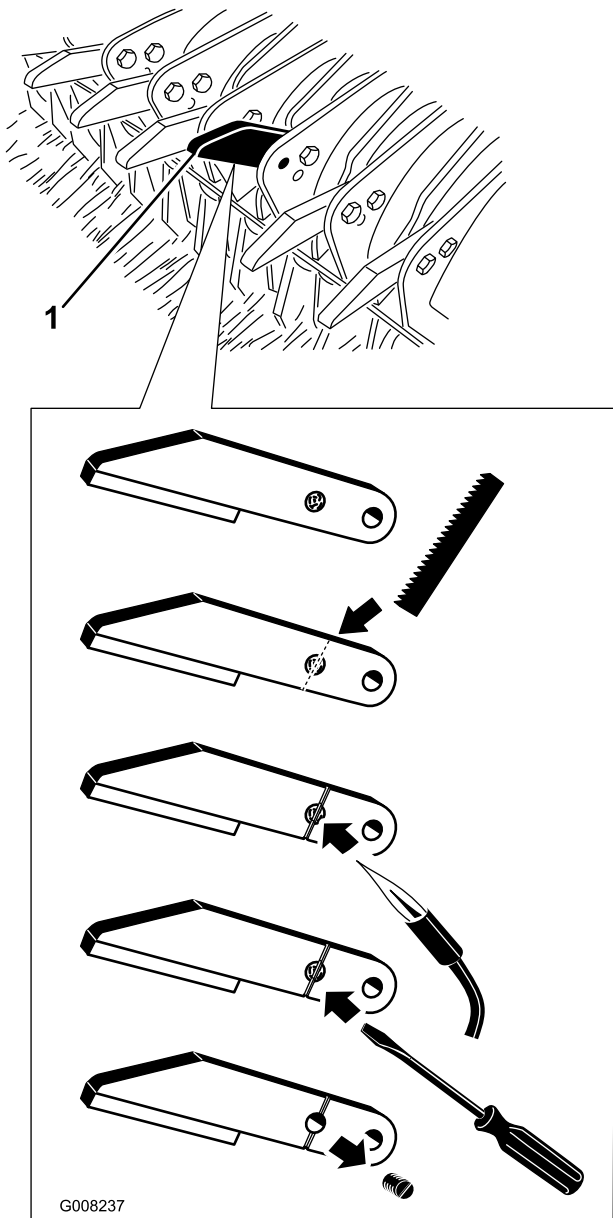

図 38
1. チョッパー・チップをブレードに固定している、折れていない方のボルトを外す（図 38）。チョッパー・チップをブレードから外す。
2. 金ノコを使って、折れたボルトの端に、チョッパー・チップごと切り込みを入れる (図 38)。この切り込みは、マイナスドライバの刃先が入るようにしっかりと作ること。
3. 切り込みができたら、折れたボルトをトーチで熱して、ついているロクタイトを柔らかくする (図 38)。
4. ロクタイトが柔らかくなったら、ドライバでボルトを抜き取る (図 38)。